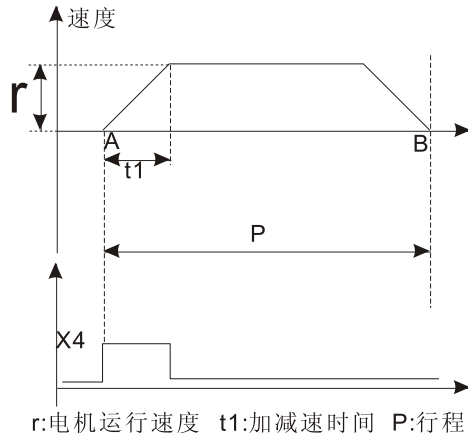

图 7.17 A-B 运行示意图
(1) 接收到触发信号后由 A 点运行至 B 点, 如图 7.17 所示。